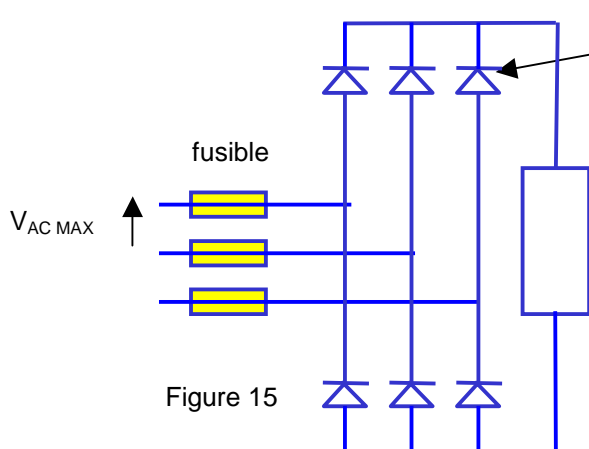
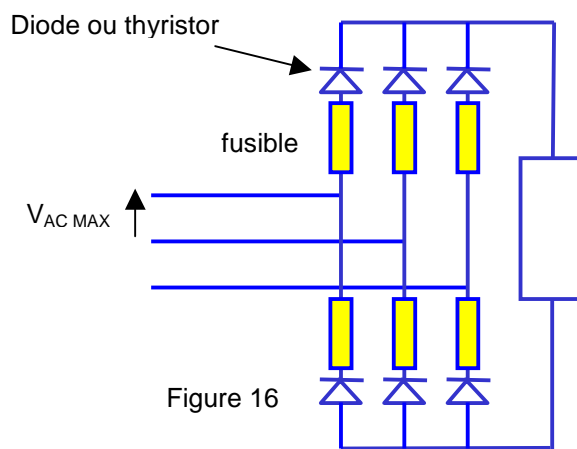

Figure 15
Figure 16
- **Emplacement du fusible:** les fusibles peuvent être installés dans les phases (figure 15) ou dans chaque bras en série avec chaque semi-conducteur (figure 16). Le courant nominal des fusibles dans les bras du pont est  $\sqrt{2}$  fois plus petit que le courant nominal des fusibles dans les phases.